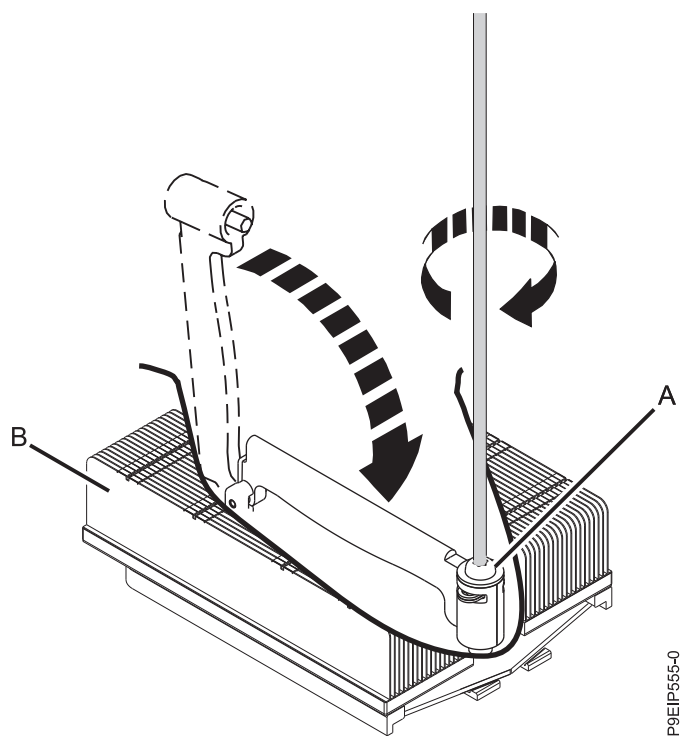

Figura 67. Apertando o Parafuso do Braço de Carregamento
10. Mova o braço de carregamento (A) na posição sobre o dissipador de calor (B) e aperte o parafuso do braço de carregamento com uma chave de fenda Phillips nº3, conforme mostrado na Figura 67 na página 67.